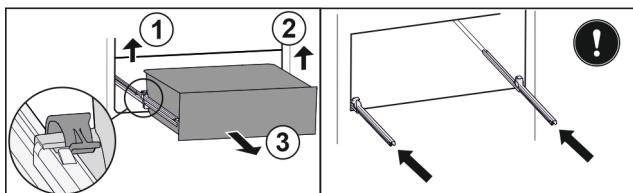

Fig. 84
- Nadvihnite ľavú svorku a súčasne ťahajte zásuvku vľavo dopredu. Fig. 84 (1)
- Nadvihnite pravú svorku a súčasne ťahajte zásuvku vpravo dopredu. Fig. 84 (2)
- Odoberte zásuvku dopredu. Fig. 84 (3)